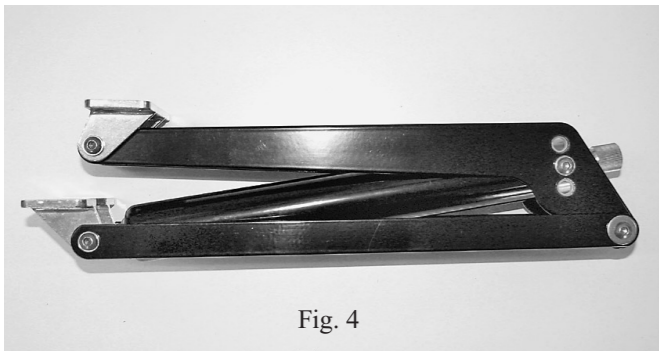

Fig. 4
- II in der Lüftungsöffnung: siehe Abb. 4+6
- II ind i ventilationsåbning: se fig. 4+6